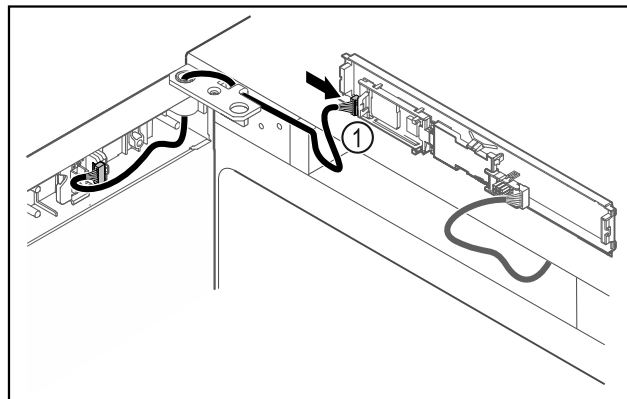

Fig. 46
- ▶ Συνδέστε το φιν Fig. 46 (1) στην πλακέτα.